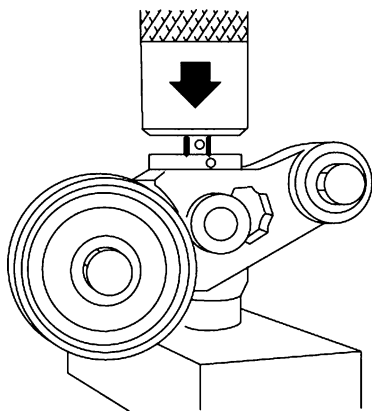

图 27-59 按压调节杆
2) 如图 27-59 所示, 用 294N 或更大的力慢慢压下正时带张紧度自动调节器总成上的调节杆, 直至调节杆对准缸体上的限位销销孔。